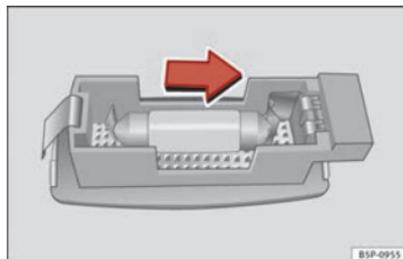

Fig. 207 Démontage de l'éclairage du pare-soleil.
- Retirez la lampe avec précaution en utilisant la partie plate d'un tournevis, comme indiqué sur la figure ⇒ fig. 207.
- Retirez la lampe en la bougeant dans le sens de la flèche et vers l'extérieur ⇒ fig. 207. ■